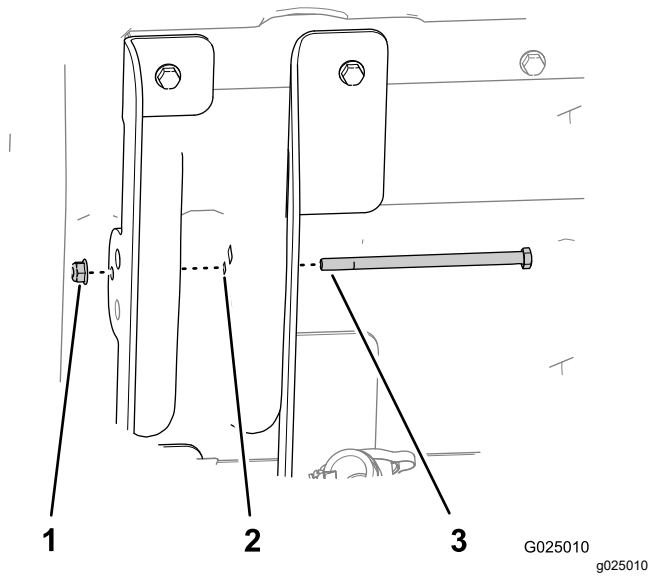

Figure 7
7. Insérez le boulon à tête hexagonale (5/16" x 5½") dans le trou (8 mm) du support de levage intérieur (brides longues), la structure du plateau et le support de levage extérieur (brides courtes), comme montré à la Figure 7.
8. Fixez le boulon avec l'écrou à embase (5/16") serré à la main (Figure 7).
10. Serrez l'écrou à embase qui fixe le boulon (5/16") jusqu'à ce qu'il soit bien serré (Figure 7).